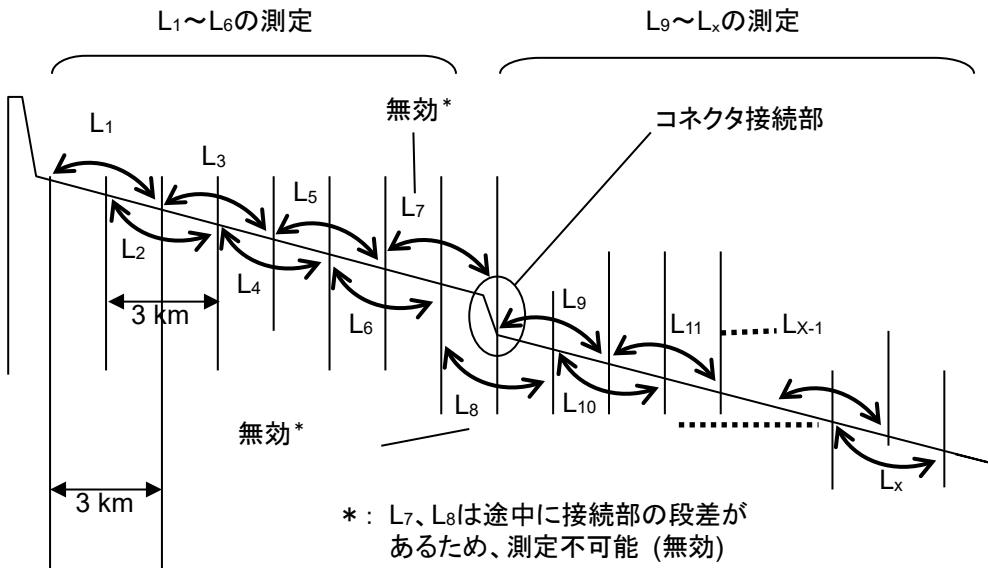

図 15.3.5-2 リニアリティ測定図
20. ロータリノブを回して 1.5 km に①、4.5 km にマーカ②を移動します。
21. ①-②のdB/kmを記録します。これを図15.3.5-2の L_2 とします。